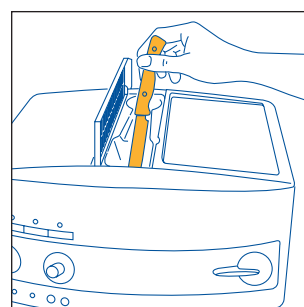

Fig.20
**BEMÆRK 5:** Hvis tragten tilstoppes når der kommer mere end en måleske formalet kaffe i, anvendes en kniv til at hjælpe kaffen med at falde ned (fig. 20), fjern derefter infusionsenheden og rens både denne og maskinen som beskrevet i paragraf 10.2 "Rengøring af infusionsenheden".